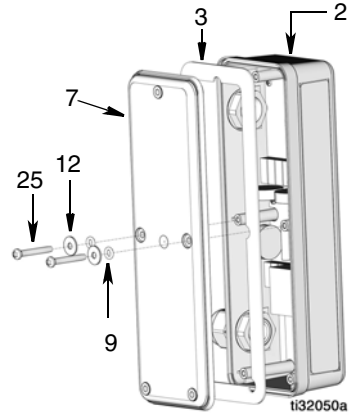

FIG. 34
4. Rimuovere le due viti (12), le rondelle (25) e gli o-ring (9) dal pannello di copertura del PAC (7), quindi rimuovere il pannello e la guarnizione (3) dalla cassetta elettronica del PAC (2) (FIG. 34).
5. Montare la guarnizione (3) sul pannello di copertura del PAC (7) (FIG. 34).
6. Installare il pannello di copertura sulla cassetta elettronica del PAC (2). Verificare che tutti i fori delle viti nel pannello di copertura e nella cassetta siano correttamente allineati (FIG. 34).